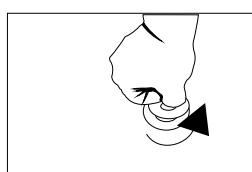

Imagen 3
- 6.**Coloque el recipiente exactamente debajo del tapón de desagüe después de vaciarlo cada vez que se llene. (Imagen 3)
- 9.**Enchufe el aparato en la toma de tierra y asegúrese de utilizarlo sin alimentos al menos tres (3) horas antes en la posición de súper refrigeración.